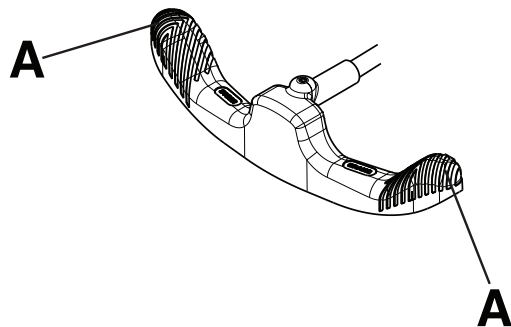

图 7 – 操作制动器/转向踏板
注解 - 切勿向下推制动/转向踏板的中心。始终向下推制动/转向踏板的外侧 (A) (图 7)。